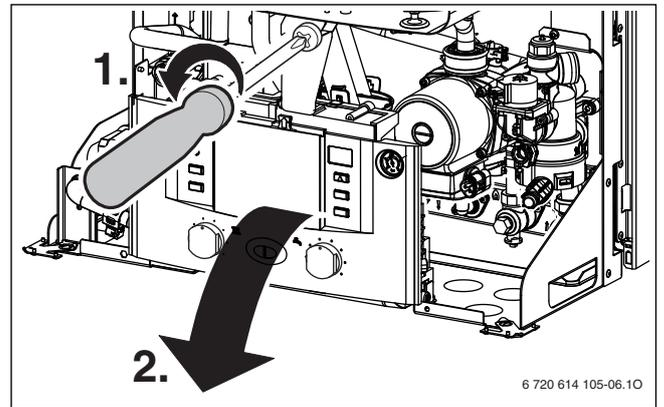

Fig. 20
- ▶ Svitare le vite di fissaggio (→ rif. 1, fig. 20) e far ruotare il cruscotto comandi verso il basso.